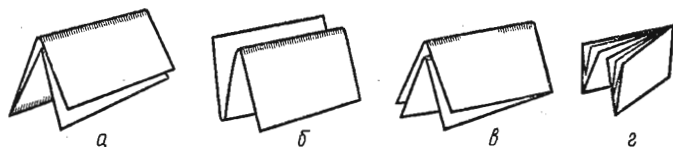

Рис. 38. Виды фальцовки (по расположению сгибов):
Параллельная фальцовка бывает двух видов: «салфеткой» (рис. 38, а) — сгибы в одну сторону и «гармошкой» (рис. 38, б) — каждый последующий сгиб отгибается в сторону, противоположную предыдущему.
*При перпендикулярной фальцовке* (рис. 38, в) каж-
*Комбинированная фальцовка* (рис. 38, *г*) характеризуется сочетанием перпендикулярных и параллельных сгибов. Наименьшее число сгибов — три, наибольшее редко превышает пять.